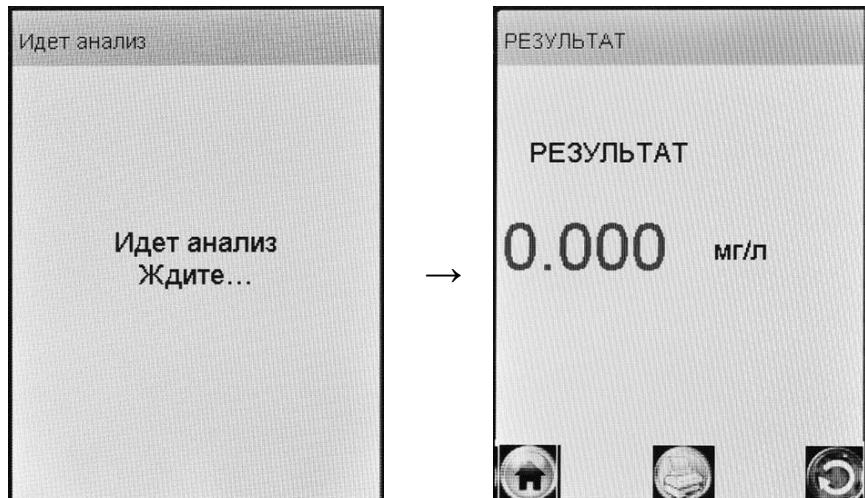

Рисунок 16 – Предъявление результата измерения
2.7.14 После того, как пробы воздуха отобрана, и произведен анализ, на экране предъявляется результат измерения (в сопровождении щелчка заборной системы) (рисунок 16, справа).